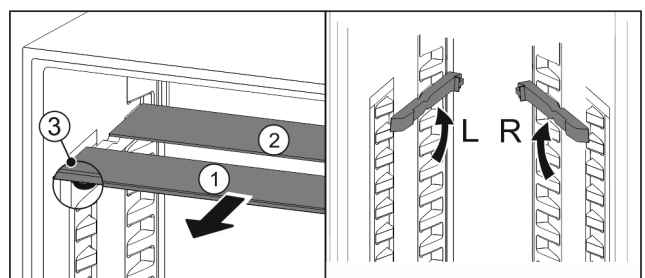

Fig. 83
- Sortir les tablettes par l'avant *Fig. 83 (1)*.
- ▷ La tablette en verre *Fig. 83 (1)* avec bordure décorative est située à l'avant.
- ▷ Les butées *Fig. 83 (3)* sont orientées vers le bas.